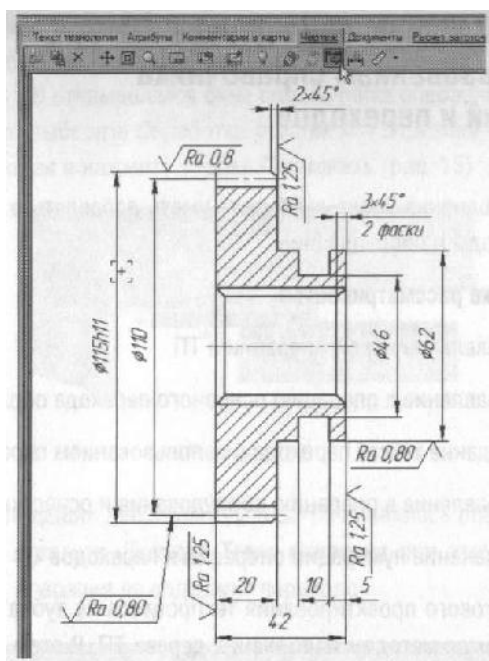
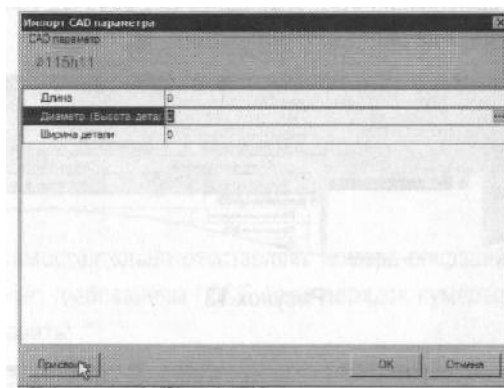

Рисунок 11
Рисунок 12
12. Нажмите кнопку  **Импортировать параметр** на панели инструментов вкладки **Чертеж** (рис. 11). Укажите курсором-ловушкой импортируемый размер $\varnothing 115h11$. В открывшемся окне (рис. 12) установите курсор в строке **Диаметр (Высота детали)**, нажмите кнопку **Присвоить**, а затем **ОК**.